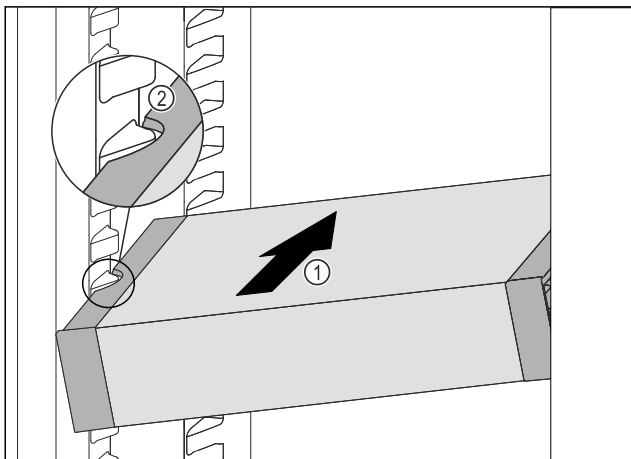

Fig. 112
- ▶ Insérer le VarioSafe en biais dans la partie réfrigérateur Fig. 112 (1) jusqu'à ce que les encoches latérales Fig. 112 (2) du VarioSafe se trouvent à la hauteur de la nervure du bac dans la partie réfrigérateur.